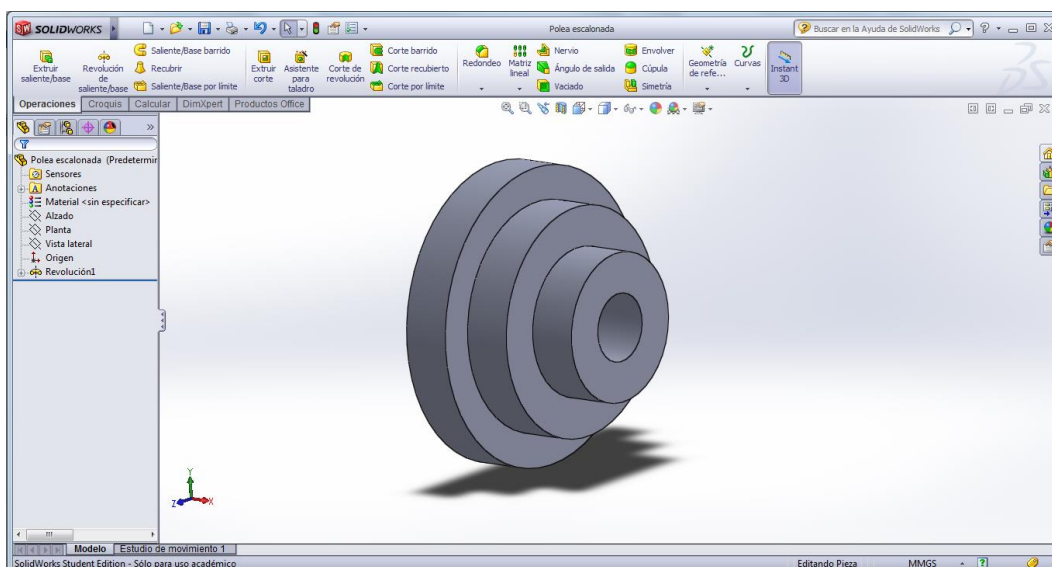

Figura 17. Polea escalonada creada a partir de la operación "Revolución de saliente/base".
- e) Complete la operación dándole al check verde en la esquina superior derecha de la pantalla, para obtener el sólido final, como se observa en la Figura 17.